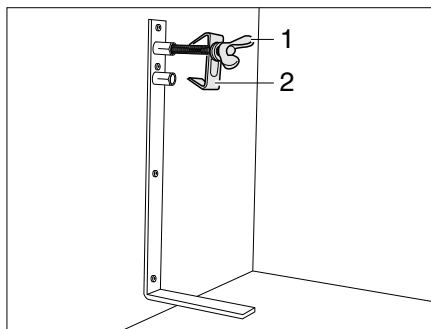

Bild 186 Ersatzrad-Halterung
- Die Schraube (Bild 186,1) lösen und mit der Zentrierung (Bild 186,2) abnehmen.